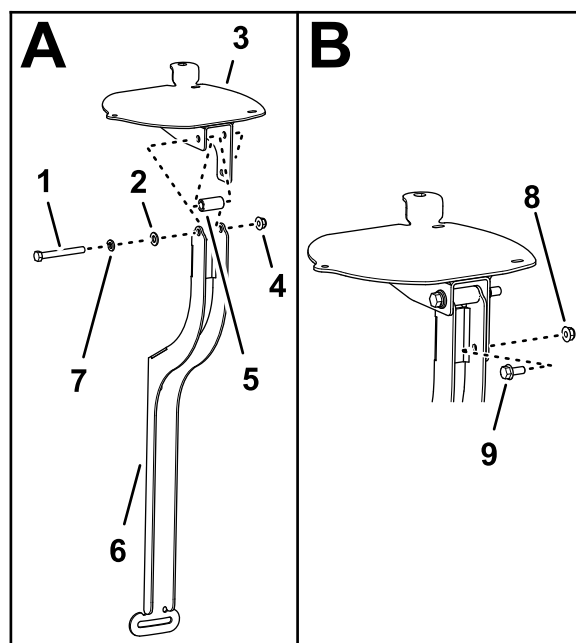

Figura 152
1. Alinee los orificios de la placa del receptor de navegación, del espaciador ($\frac{3}{8}$ " x 1") y del soporte del receptor (Figura 152).
2. Monte la placa del receptor y el espaciador en el soporte con un perno ($\frac{3}{8}$ " x $3\frac{1}{4}$ "), una arandela de freno ($\frac{3}{8}$ "), una arandela ($\frac{3}{8}$ " x $13/16$ ") y una contratuerca con arandela prensada ($\frac{3}{8}$ "), como se muestra en la Figura 152.
3. Monte el perno con arandela prensada ($5/16$ " x $\frac{3}{4}$ ") y la tuerca con arandela prensada ($5/16$ ") en el orificio más pequeño del soporte del receptor y la ranura de la placa del receptor (Figura 152).